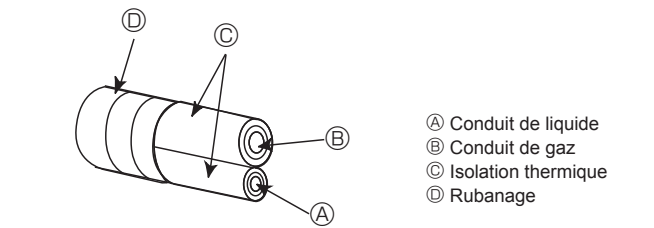
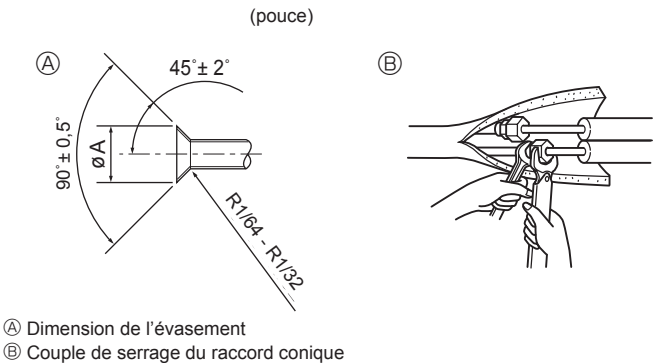

Fig. 4-4
Fig. 4-5
4.3. Connexion des tuyaux (Fig. 4-4, Fig. 4-5)
- S'il est trop serré, il risque de se rompre et de provoquer une fuite de réfrigérant. [Fig. 4-5]
- Appliquer un fil fin mince d'huile réfrigérante sur la surface du tuyau et du support du joint avant de serrer l'écrou évasé. (A)
- Utiliser deux clés pour serrer les connexions des tuyaux. (B)
- Appliquer de l'huile réfrigérante sur toute la surface évasée du fond. (C)
- Utiliser les écrous évasés correspondant aux tailles de tuyaux suivantes. (D)
(A) (Fig. 4-5)